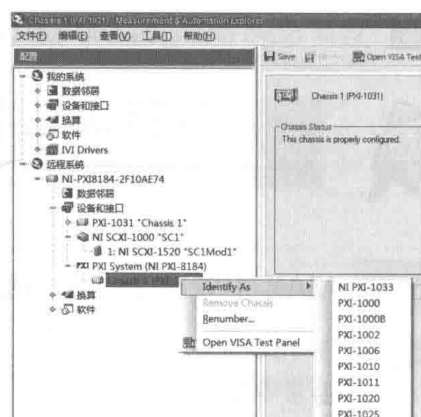

图 15-10 识别远程 PXI 机架
step 1 如图 15-10 界面所示, 在“设备和接口”节点中识别远程 PXI 机架(本例设置为 PXI-8184)。